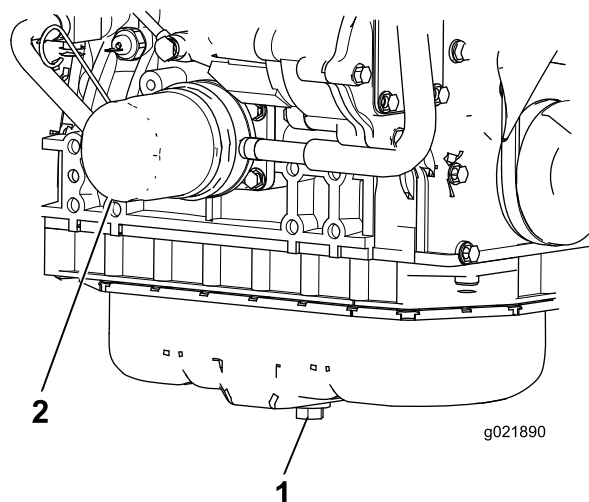

Figura 75
1. Togliete il tappo di spurgo e lasciate defluire l'olio in una bacinella (Figura 75).
3. Togliete il filtro dell'olio (Figura 75).